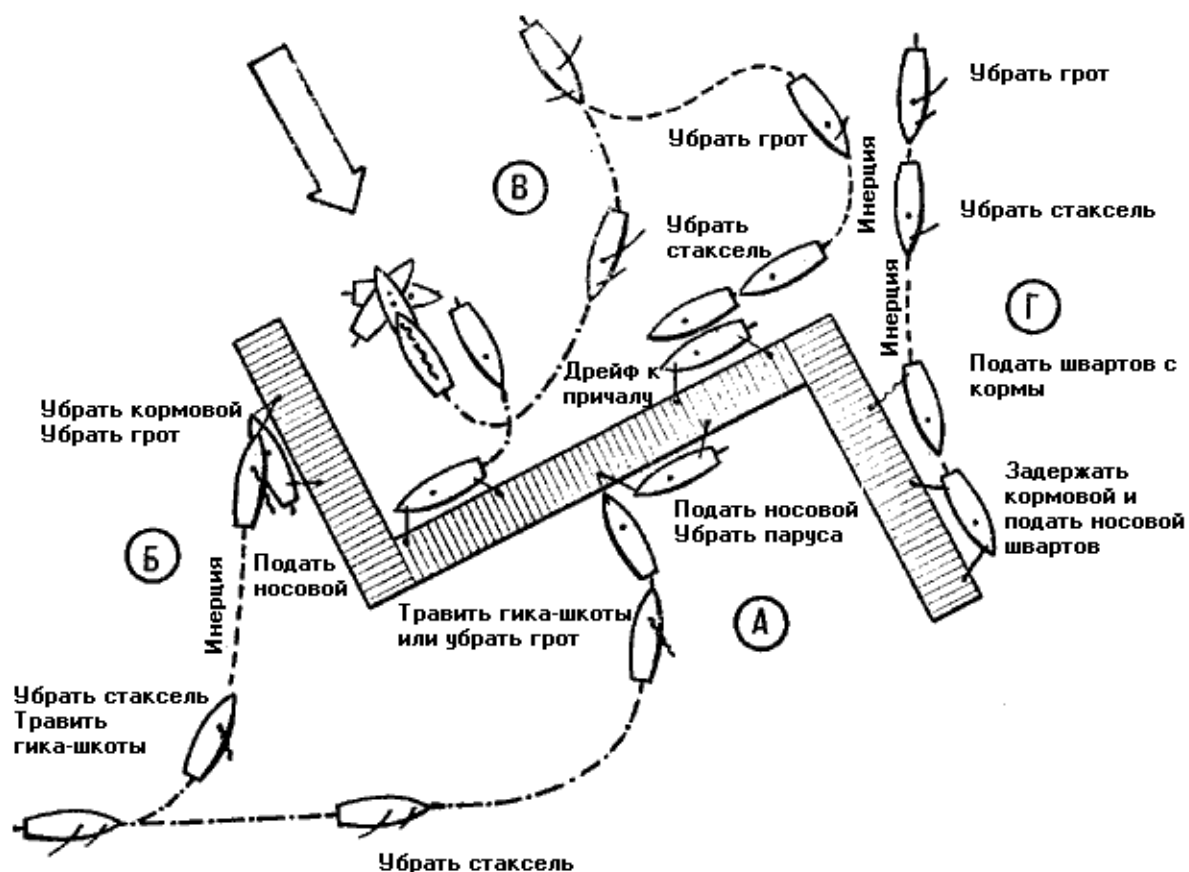

Рис. 125. Как подойти к причалу:
**При ветре, дующем от причала, в любом случае рекомендуется подходить к причалу носом в левентик с убраннным стакселем и с минимальным ходом.** В последний момент матрос, находящийся на баке, спрыгивает на причал, одерживает яхту и закладывает швартов. Затем, если нужно поставить яхту лагом к причалу, с кормы подают, закладывают на причале и обтягивают кормовой швартов (**рис. 125, А**).
Когда ветер дует **вдоль причала**, подходить к нему следует также курсом бейдевинд, но под более острым углом и заранее травить шкоты, чтобы потерять ход. При этом надо иметь в виду: чем крупнее яхта, тем раньше травят шкоты и тем острее угол, под которым подходят к причалу. Как только инерция будет потеряна и нос яхты окажется в достаточной близости от причала, подается и крепится сначала носовой швартов, затем кормовой. Не следует медлить с подачей и креплением носового конца, так как нос яхты может отвалить, особенно если недостаточно растравлен стаксель-шкот и ветер дует несколько с отжимом от причала (**рис. 125, Б**).
Несколько сложнее подойти к причалу при **навальном (прижимном) ветре**. Если он слабый и вода спокойна, к причалу подходят курсом галфвинд, заранее убирая грот, а затем и стаксель с расчетом потерять ход у места подхода. После этого яхта сдрейфовывает к причалу (**рис. 125, В**). Если ветер свежий, то подходить надо курсом галфвинд или бакштаг, идя под некоторым углом к причалу. На расстоянии полутора-двух корпусов от причала рулевой резко приводит яхту в левентик. Грот быстро убирают, стаксель выносят на ветер, чтобы развернуть яхту носом к причалу, и тут же убирают и его. Затем под рангоутом подходят к месту, разворачивают яхту вдоль причала, два матроса (с носа и с кормы) выпрыгивают на причал, одерживают яхту и швартуют ее.